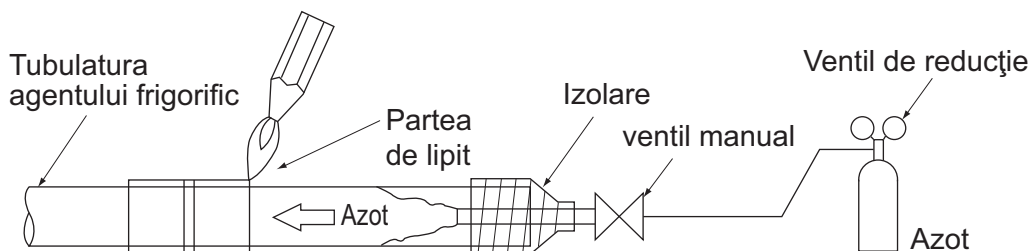

Fig. 17
2. Când lipiți cu dezlocuirea aerului prin trecerea de azot prin conductă, aveți grijă să reglați presiunea azotului la 0,02 MPa cu un reductor de presiune. **(Consultați Fig. 17)**